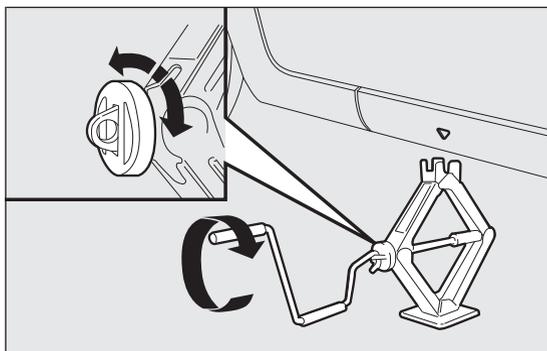
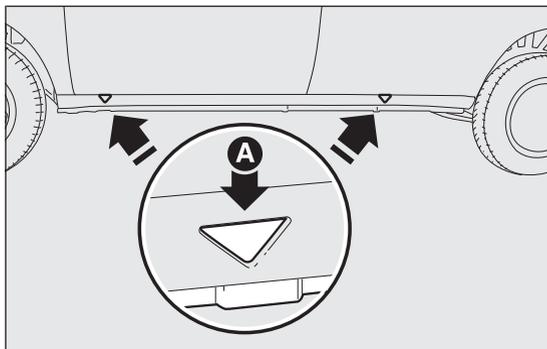

fig. 121
fig. 122
- accionar el gato, para abrirlo parcialmente fig. 121, a continuación, colocarlo debajo del vehículo a la altura de las marcas A fig. 122 cerca de la rueda que se debe sustituir;